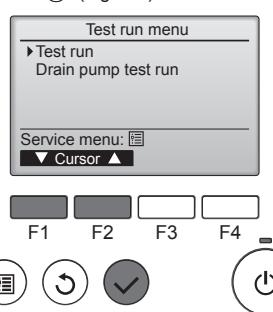

Fig. 6-4
④ Wählen Sie "Test run" (Testlauf) mit der Taste F1 oder F2, und drücken Sie die dann die Taste ②. (Fig. 6-4)